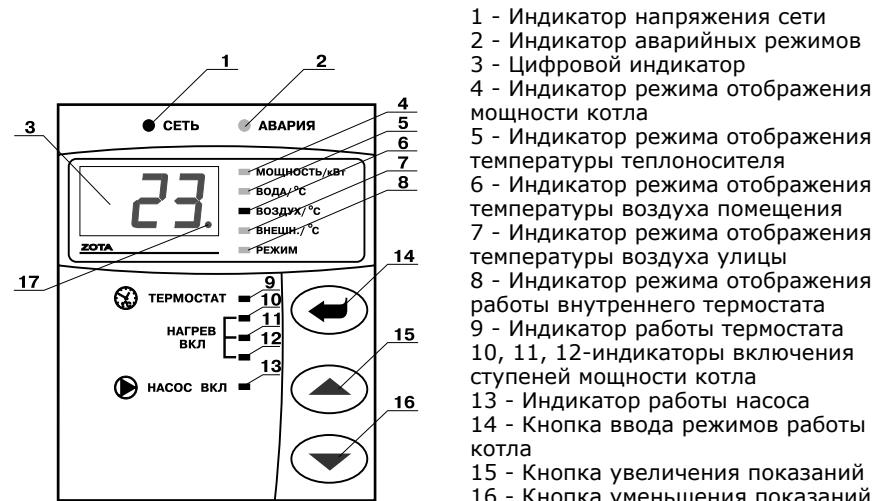

Рис.2 Расположение органов управления на передней панели
7.7. С помощью кнопок, обозначенных символами \triangle и ∇ , можно изменять отображаемую на цифровом индикаторе информацию. При нажатии этих кнопок, на индикаторе последовательно отображаются текущие значения: максимальная мощность котла, температура теплоносителя, температура воздуха в помещении, температура воздуха на улице, режим работы внутреннего терmostата. Каждое нажатие сопровождается коротким звуковым сигналом. При этом светятся индикаторы (4), (5), (6), (7), (8), Рис.2 соответственно, указывая на отображение текущей величины.